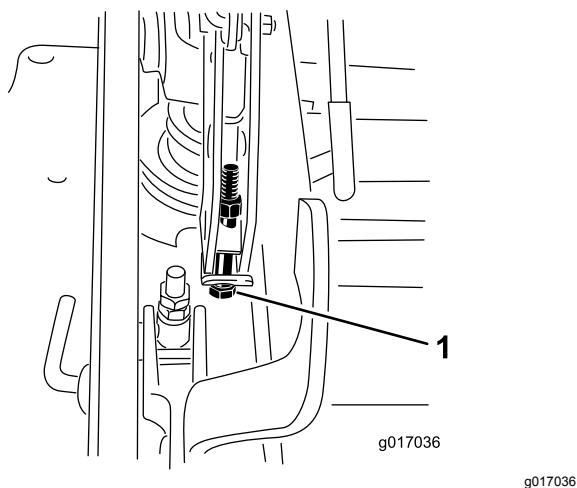

Figura 99
12. Se il piatto è troppo basso, serrate il bullone di regolazione da un punto unico ruotandolo in senso orario. Se il piatto è troppo alto, allentate il bullone di regolazione da un punto unico ruotandolo in senso antiorario (Figura 99).